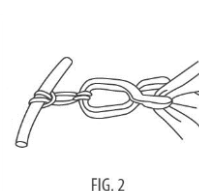

FIG. 2
7. ハンガーフックを開き、ベッドのフレーム又はサイドボードへ採尿バッグを取り付ける(FIG. 1A)。又は、固定紐をベッドのフレームの後ろ側にまわし、ハンガー本体にある 2 つのフックへ引っ掛けて固定する方法もある(FIG. 1B)。排尿チューブがたるまないよう寝具に固定する止め具も用意されている(FIG. 2)。
- ③カテーテルのバルブ部を切断し滅菌水を排出する(図2)。
(図2)